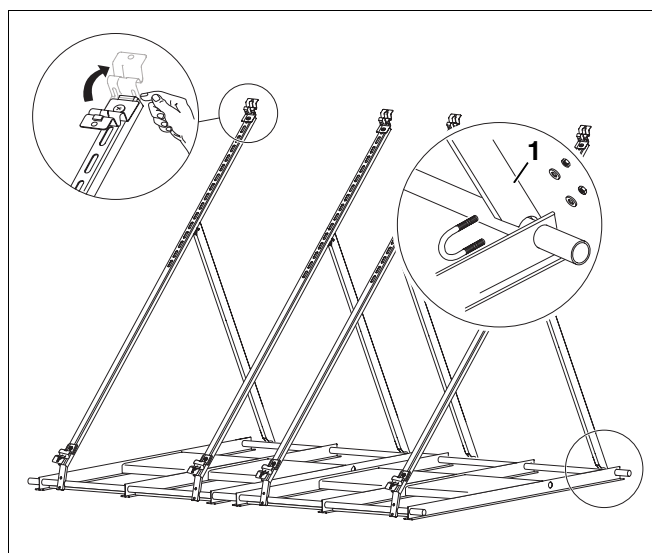

Fig. 25 Aparafusar os apoios dos colectores
- ▶ Coloque os apoios dos colectores (Fig. 25, **Item 1**) sobre os tubos cilíndricos.
- ▶ Monte os suportes do colector de modo a que a parte dobrada do suporte do colector fique nivelada com a extremidade do perfil – para melhor verificar o nivelamento utilize um dedo (Fig. 25). Os suportes do colector nunca podem ficar sobrepostos.